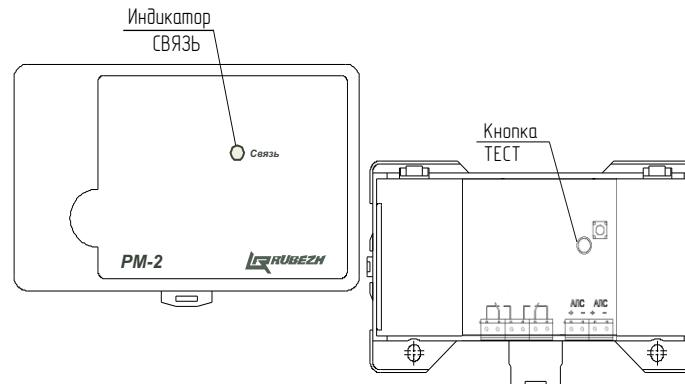

Рисунок 1
5.2 Конструктивно релейный модуль выполнен виде блока, состоящего из пластмассового корпуса (основанием крышка), внутри которого размещена плата с радиоэлементами (Рисунок 1).
7.5 Для конфигурирования релейного модуля, подключенного к АЛС, начальный адрес которого неизвестен, необходимо зайти в меню прибора, выбрать пункт **Настройка (Конфигурация) => Сервис => Адресация устройства** и нажать кнопку **ТЕСТ** на релейном модуле (Рисунок 1). На экране прибора откроется меню параметров релейного модуля: